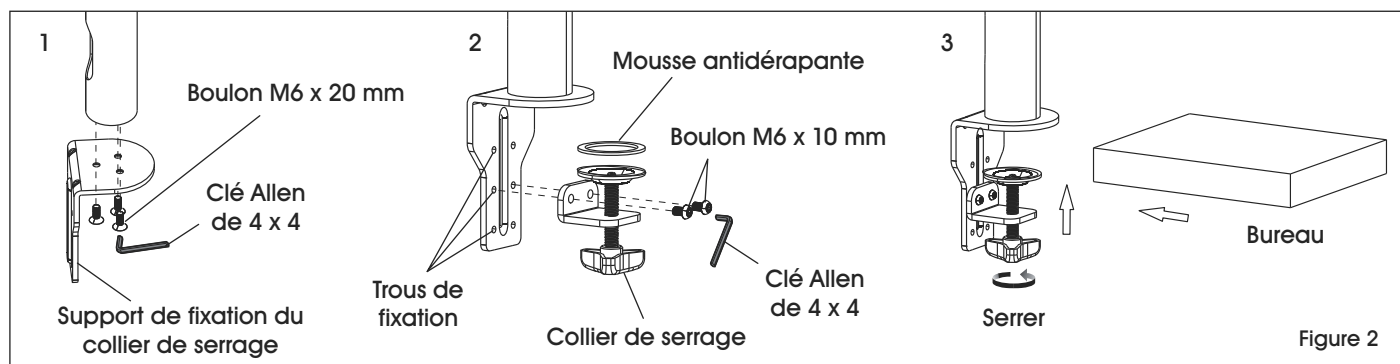

Figure 2
1. Fixez le support de fixation du collier de serrage (5) au bas du tube (4) à l'aide de boulons M6 x 20 mm (C) et d'une clé Allen de 4 x 4 (F). (Voir Figure 2)